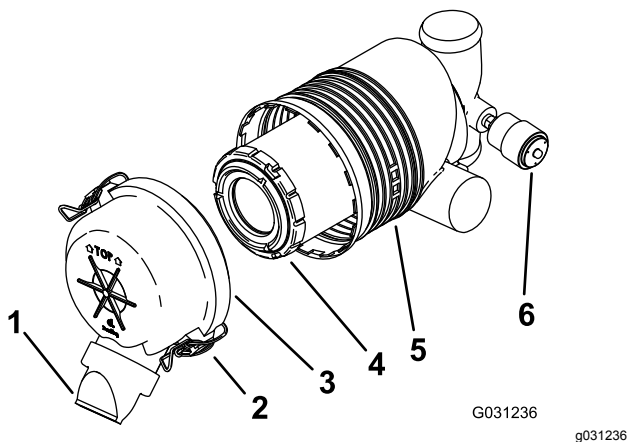

Figura 41
**Importante:** Cambie el filtro del limpiador de aire únicamente cuando el indicador de mantenimiento se ve rojo (Figura 41). El cambiar el filtro antes de que sea necesario sólo aumenta la posibilidad de que entre suciedad en el motor al retirar el filtro.
5. Abra los cierres del limpiador de aire y tire de la tapa de la entrada de aire para separarla del cuerpo del limpiador de aire (Figura 41).
- Si el indicador de mantenimiento se ve transparente, instale la tapa del limpiador de aire con el tapón antipolvo orientado hacia abajo, y cierre los enganches (Figura 41).
1. Extraiga con cuidado el filtro del cuerpo del limpiador de aire (Figura 41).
3. Instale el filtro con cuidado (Figura 41).
4. Instale la tapa del limpiador de aire con el tapón antipolvo orientado hacia abajo, y cierre los enganches (Figura 41).